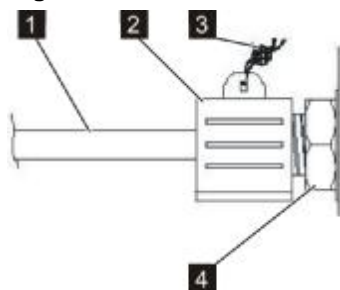

Fig. 12
1. Chiudere il tubo di raccordo (Fig. 12/1) tramite il dado di accoppiamento e l'ogiva sul collegamento del misuratore di pressione interno (Fig. 12/4).
2. Far sigillare a un perito il collegamento con l'accessorio per la sigillatura (Fig. 12/2) e un filo e piombo (Fig. 12/3).